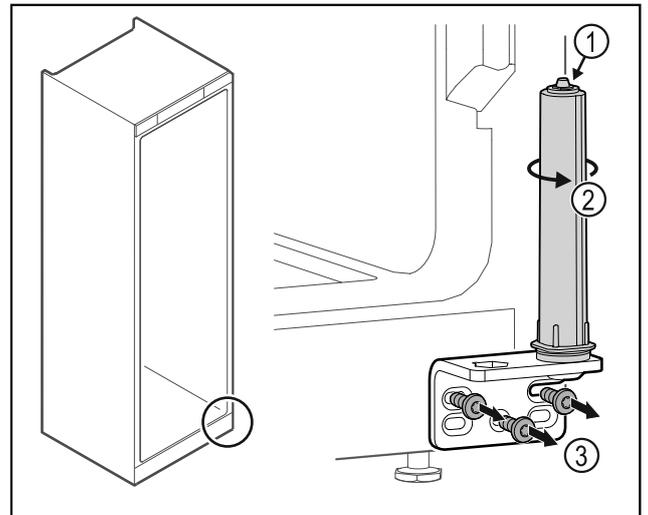

Fig. 28
- Ne pas désassembler le système de fermeture de la porte Fig. 28 (1).
- Tourner le système de fermeture Fig. 28 (2) jusqu'à entendre un clic.
- Dévisser l'équerre de la charnière Fig. 28 (3).